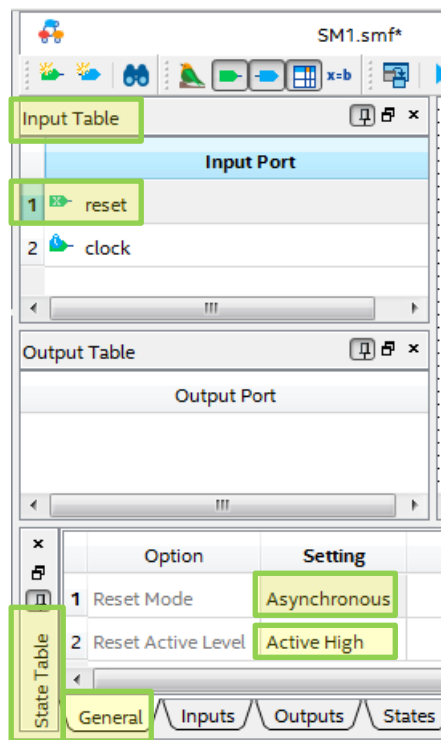

Рис. 11 Задание параметров входных сигналов конечного автомата
3.3. В окне **Input Table** выберите сигнал *reset*. В окне **State Table** выберите закладку **General** и задайте для параметра **Reset Mode** значение *Asynchronous*, для параметра **Reset Active** значение *Active High* (рис. 11). Для этого в колонке **Setting** нужного параметра дважды кликните на поле значений и выберите из выпадающего списка нужное.